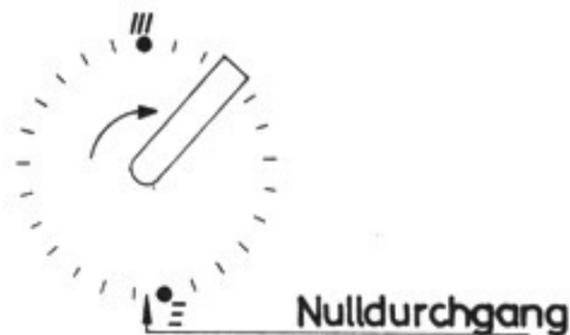

Fig 5
31. Dazu dient ein umlaufendes Schaltwerk, das sogenannte *Klarzählwerk* (Fig 5), welches mit jeder Umdrehung der Hauptsteuerwelle einen Schritt ausführt und alle 25 Schritte eine volle Umdrehung macht.